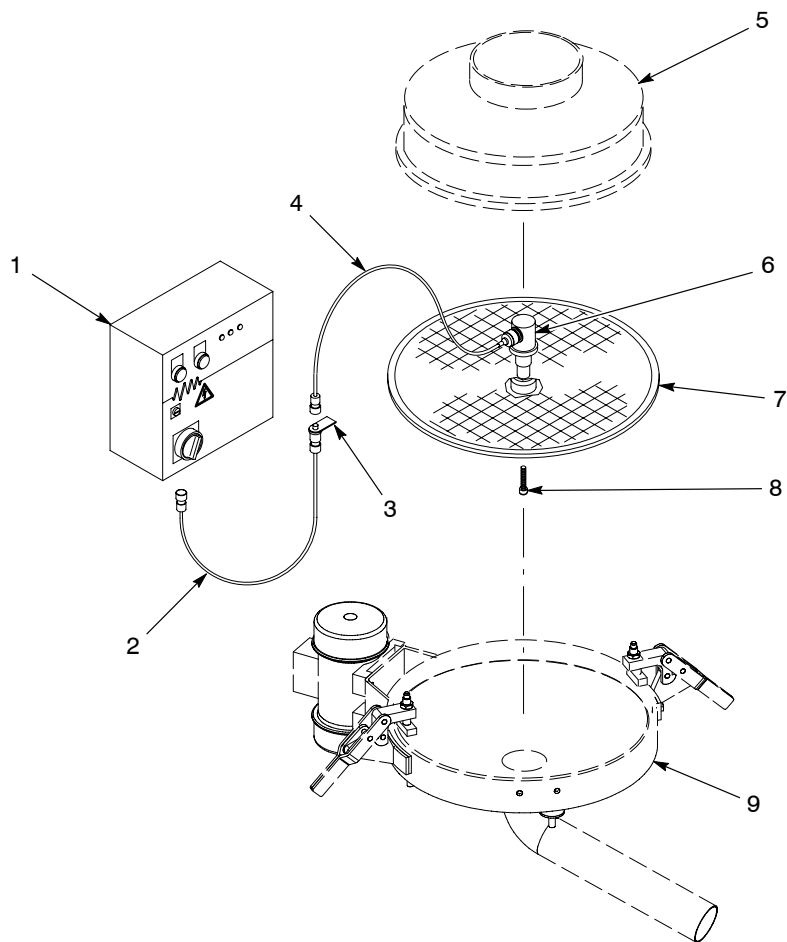

Bild 21 Vibrasonic systemets komponenter
Se bild 21.
1. Se bild 21. Rengör siktens nav (7) och undersidan av transducern (6) med aceton.